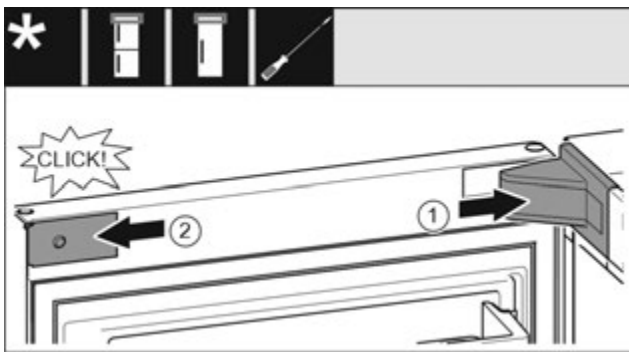

Fig. 23
- ▶ Встановіть та зафіксуйте кришку опорного кронштейна, у разі необхідності – обережно розтисніть. *Fig. 23 (1)*
- ▶ Встановіть збоку і зафіксуйте накладку. *Fig. 23 (2)*